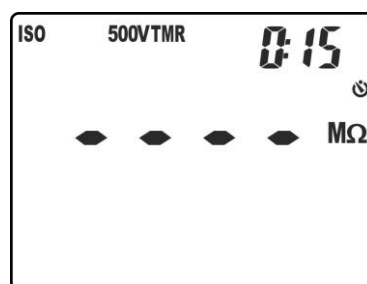

Abb. 20: Einstellung der Messzeit im Betriebsmodus TMR
5. Drücken Sie die Tasten **▼/☼** oder **▲/ZERO** zur Einstellung der Messzeit (Timer) unter den folgenden Optionen: **15s, 30s, 1min, 5min, 10min**. Merken Sie sich den Wert rechts im Oberteil des Displays (siehe Abb. 20).
5. Drücken Sie die Tasten **▼/⚡** oder **▲/ZERO** zur Einstellung der Messzeit (Timer) unter den folgenden Optionen: **1min** (für DAR Messung) oder **10min** (für PI Messung). Merken Sie sich den Wert rechts im Oberteil des Displays (siehe Abb. 20).